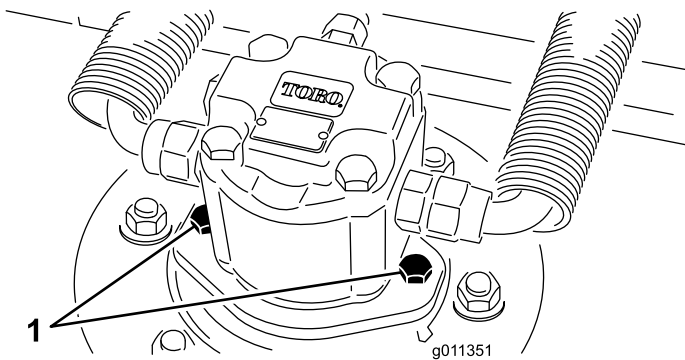

Figura 80
2. Desconecte y retire el motor hidráulico de la unidad de corte (Figura 80). Tape la parte superior del eje para evitar la contaminación.
3. Instale el motor hidráulico en la unidad de corte (Figura 80). Asegúrese de que la junta tórica está correctamente colocada y que no está dañada.